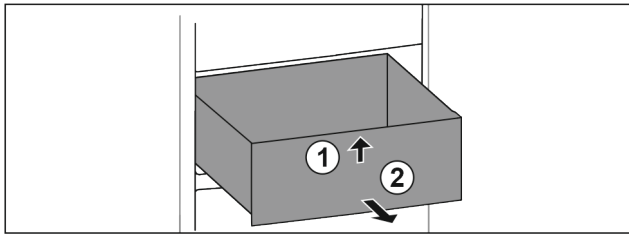

Fig. 84
- ▶ Nadvihnite zásuvku vpredu. Fig. 84 (1)
- ▶ Odoberte zásuvku dopredu. Fig. 84 (2)